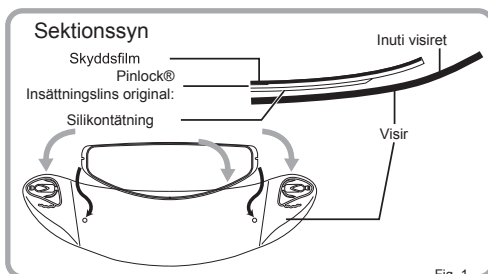

Fig. 1
- ① Flytta visiret uppåt (Fig. 1). (Flytta det så långt upp som det går.)
- ① Sätt silikontätningssidan av Pinlock® Insättningslins original på insidan av visiret, utan att dra av skyddsfilm från linsen. Sätt sedan Pinlock® Insättningslins original på insidan av visiret genom att klicka fast den i excentersprintarna. (Fig. 1 och 2)